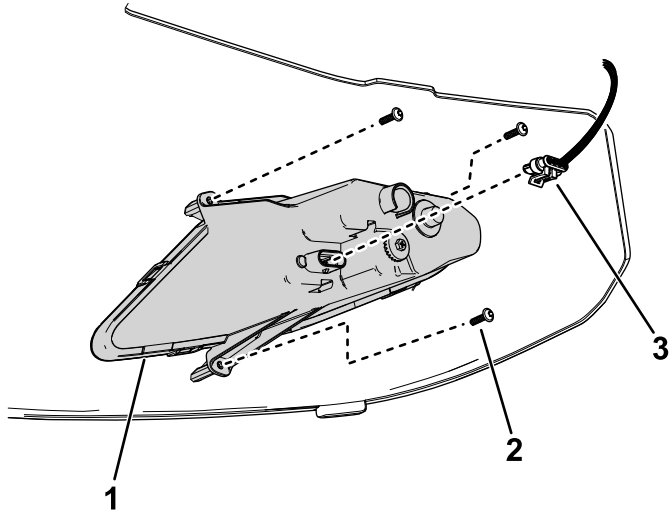

Figure 41
3. Débranchez le connecteur du faisceau de câblage du contacteur de phare (Figure 41).
6. Rebranchez le connecteur du faisceau de câblage au connecteur de phare (Figure 41).